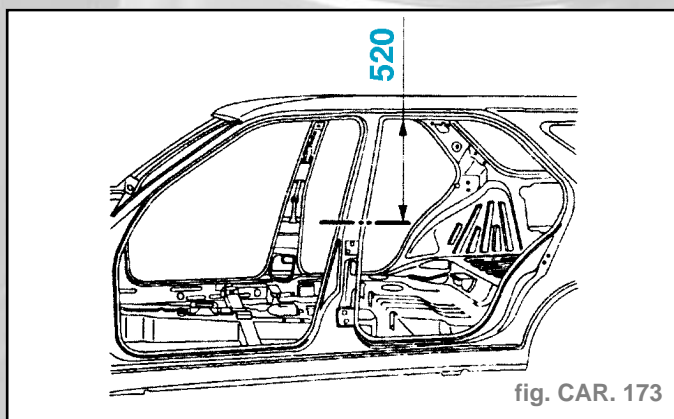

fig. CAR. 173
- Coupe provisoire (fig. CAR. 173).